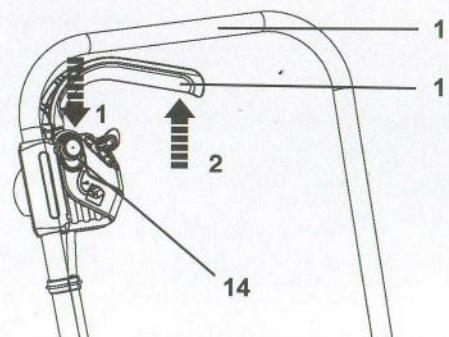

Рис. 13
- Убедитесь, что рычаг запуска (16) не нажат.
- Нажмите на кнопку фиксатора (14) и удерживайте ее (рис. 13, шаг 1).
- Прижмите рычаг запуска (16) к рукоятке (1), чтобы включить устройство (рис. 13, шаг 2). Удерживайте рычаг запуска (16) в этом положении во время работы.
- Чтобы выключить устройство, отпустите рычаг (16).